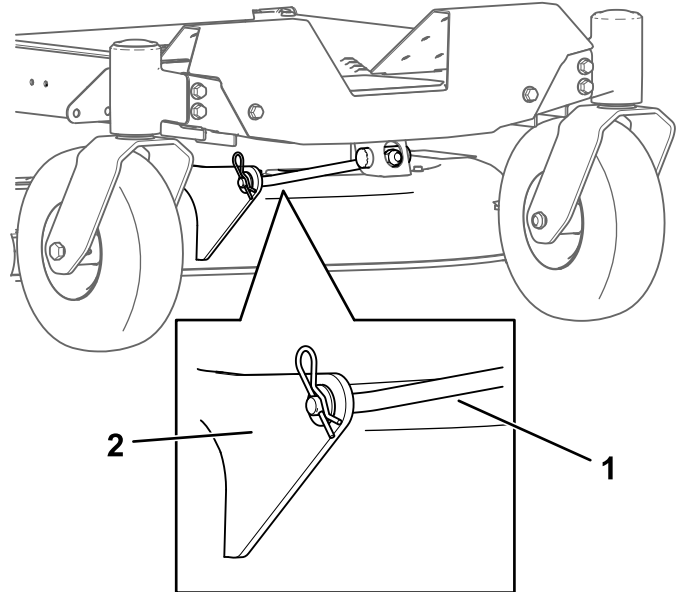

Figura 73
4. Retire la chaveta de la varilla de soporte delantera y retire la varilla del soporte de la carcasa (Figura 73).
8. Conecte la varilla de soporte delantera a la carcasa de corte con el pasador y la chaveta (Figura 73).